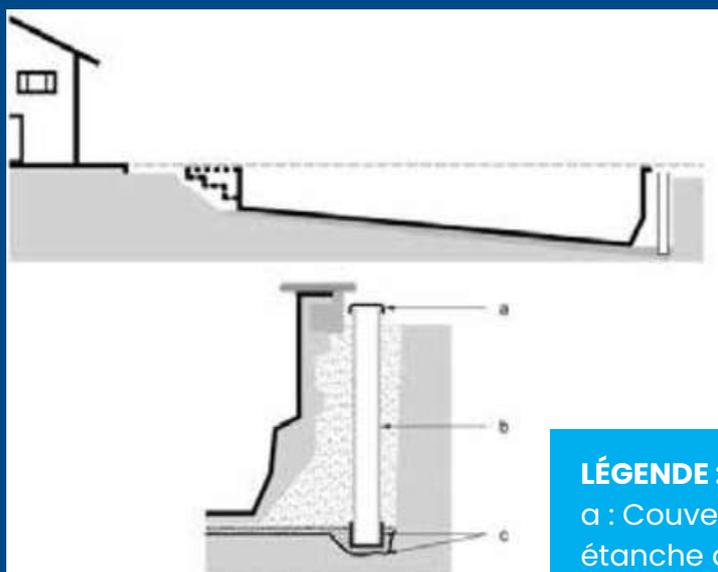

Fig.9
- Il est isolé au moyen d'un revêtement géotextile. **(Fig.9)**